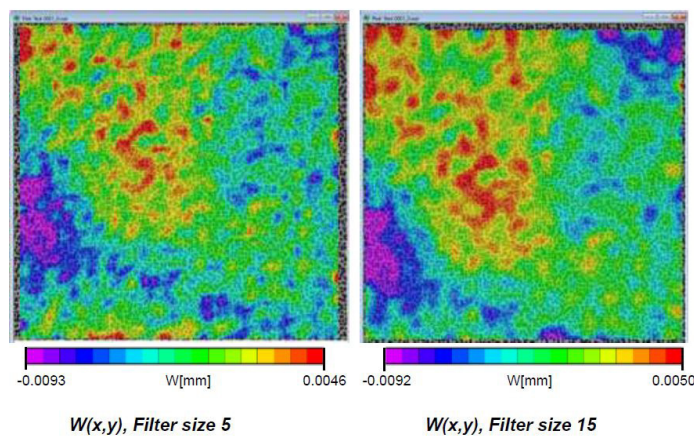

图10:面外位移全场图
- ROI的面外位移 $w(x,y)$: 典型的云图如图10所示。